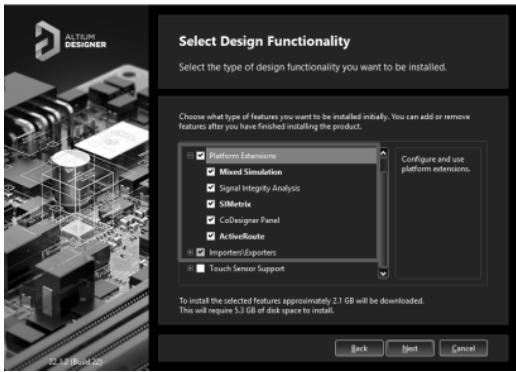

图 2-3 安装功能选择对话框
(3) 继续单击注册协议对话框中的“Next”按钮，显示如图 2-3 所示的安装功能选择对话框，选择需要安装的功能。一般选择安装“PCB Design”“Importers\Exporters”“Platform Extensions”3 项即可。